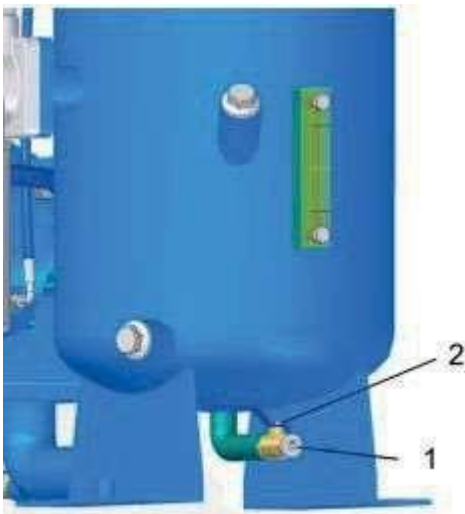

Рис. 35: Отверстие для слива масла
5. → Аккуратно выкрутите резьбовую пробку (Рис. 35 поз.1).
6. Аккуратно откройте сливной кран масла (Рис.35 поз. 2) и проверьте вытекающую жидкость.
8. Закройте сливной кран (Рис. 35 поз. 2).
9. Снова закрутите резьбовую пробку (Рис. 35 поз.1).